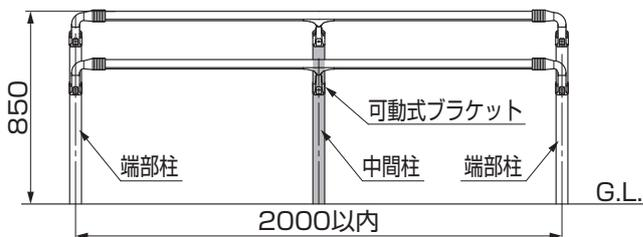

図12-4
- 端部柱と端部柱の間には、中間柱を最低1本は設けてください。(図12-4参照)